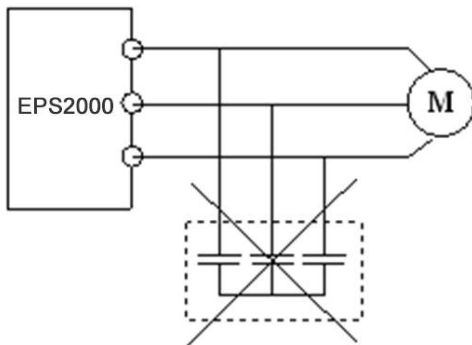

图 1-8 变频器输出端禁止使用电容器
- 由于变频器输出是 PWM 波，输出侧如安装有改善功率因数的电容或防雷用压敏电阻等，都会造成变频器故障跳闸或器件的损坏，务必请拆除。如图 1-8 所示。